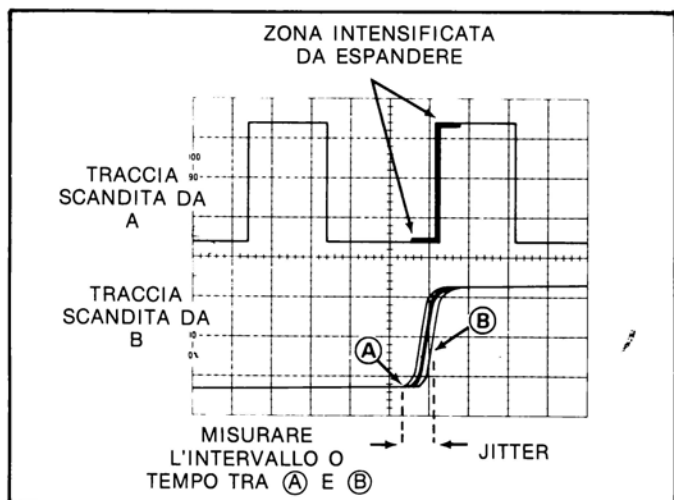

Figura 50
Per misurare il tempo di incertezza (jitter), nell'inizio della traccia relativa ad un impulso (si veda la figura 50), conviene eseguire la seguente procedura:
- b) Con riferimento alla figura 50, misurare la distanza in divisioni tra i punti A e B e calcolare il tempo di incertezza dovuto al jitter con la seguente formula: